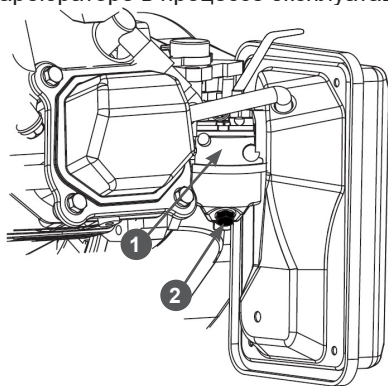

Рис. 19. Слив топлива из карбюратора
3. Открутите болт 2 на карбюраторе 1 (Рис. 19) и слейте топливо из поплавковой камеры в подготовленную для этого емкость.